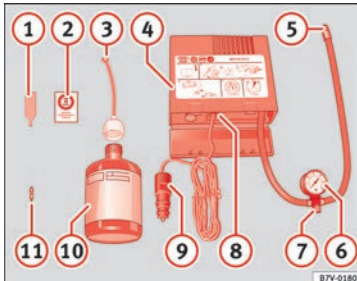

Abb. 67 Prinzipdarstellung: Bestandteile des Pannensets
- Ventilkappe und Ventileinsatz vom Reifenventil abschrauben. Verwenden Sie den Ventileinsatzdrehwerk » **Abb. 67** ① zum Heraus-schrauben des Ventileinsatzes. Legen Sie
- Reifendichtmittelflasche kräftig schütteln » **Abb. 67** ⑩.
- Schrauben Sie den Einfüllschlauch » **Abb. 67** ③ auf die Dichtmittelflasche. Die Folie am Verschluss wird automatisch durchstoßen.
- Verschlussstopfen vom Einfüllschlauch » **Abb. 67** ③ entfernen und das offene Ende ganz auf das Reifenventil stecken.
- Ventileinsatz mit dem Ventileinsatzdrehwerk » **Abb. 67** ① wieder in das Reifenventil schrauben.
- Reifenfüllschlauch » **Abb. 67** ⑤ des Luftkompressors fest auf das Reifenventil schrauben.
- Prüfen, ob die Luftablassschraube » **Abb. 67** ⑦ zugebaut ist.
- Stecker » **Abb. 67** ⑨ in die 12 Volt-Steckdose des Fahrzeugs stecken » **Seite 159**.
- Luftkompressor mit dem EIN- und AUS-Schalter » **Abb. 67** ⑧ einschalten.